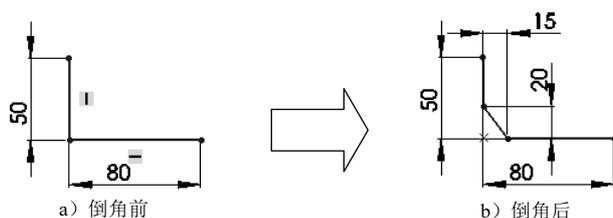

图 2.6.2 创建倒角
Step 4 分别选取图 2.6.2 所示的两条边，系统便在这两个边之间创建倒角，并将两个草图实体裁剪至交点。